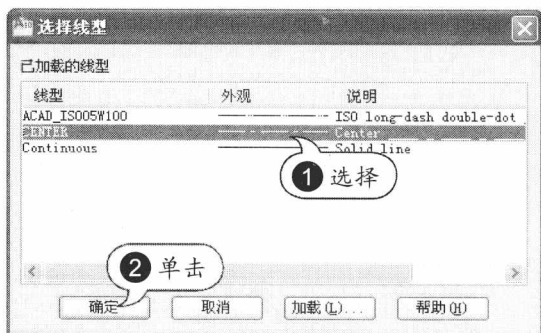

图 1-43 选择线型
STEP 10 选择线型。选择要使用的线型，然后单击“确定”按钮，如图 1-43 所示。